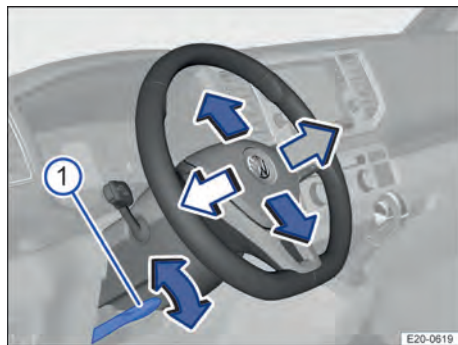

Fig. 54 Debajo del volante, en el guarnecido de la columna de dirección: palanca para el ajuste manual de la posición del volante.
1. Presione la palanca hacia abajo → Fig. 54 ①.
3. Presione la palanca → Fig. 54 ① con fuerza hacia arriba hasta que quede a ras del guarnecido de la columna de dirección → ⚠.